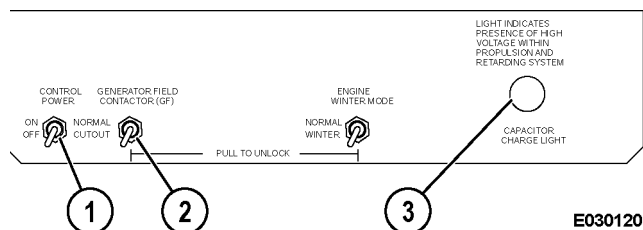

FIGURA 3-4. PANEL DE VISUALIZACIÓN DE INFORMACIÓN
2. Verifique que el interruptor del contactor generador de campo (GF) (2, Figura 3-4), en el área de bajo voltaje del gabinete de control, se encuentre en la posición de corte (CUTOFF).
3. Mueva el interruptor de control de energía (1) a la posición ON durante al menos 30 segundos y luego coloque el interruptor de control de energía en la posición OFF.